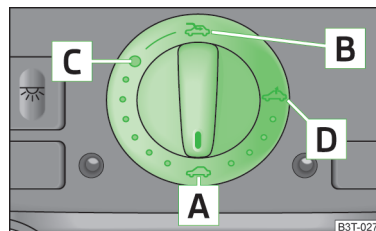

Abb. 46
- Wurde die Batterie abgeklemmt und wieder angeklemmt, kann es passieren, dass das Schiebe-/Ausstelldach außer Funktion ist. In diesem Fall ist der Drehschalter in die Schalterstellung **A** » Abb. 46 auf Seite 65 zu bringen und etwa 10 Sekunden lang vorn zu drücken.
- › Den Schalter in Stellung **C** » Abb. 46 drehen.
Das Schiebe-/Ausstelldach ist mit einer Kraftbegrenzung ausgestattet. Wenn ein Hindernis (z. B. Eis) das Schließen verhindert, stoppt das Schiebe-/Ausstelldach und öffnet vollständig. Das Schiebe-/Ausstelldach kann ohne Kraftbegrenzung vollständig geschlossen werden, indem der Schalter in Stellung **A** » Abb. 46 vorn so lange gedrückt wird, bis das Schiebe-/Ausstelldach vollständig geschlossen ist.